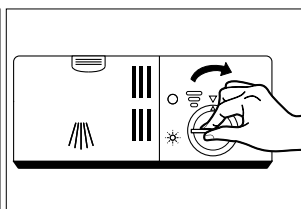

Fig. 11
- ▶ Remettez le bouchon en place avec la pointe de la flèche sur la flèche gauche et tournez-le dans le sens des aiguilles d'une montre sur la flèche droite (voir **fig. 11**).